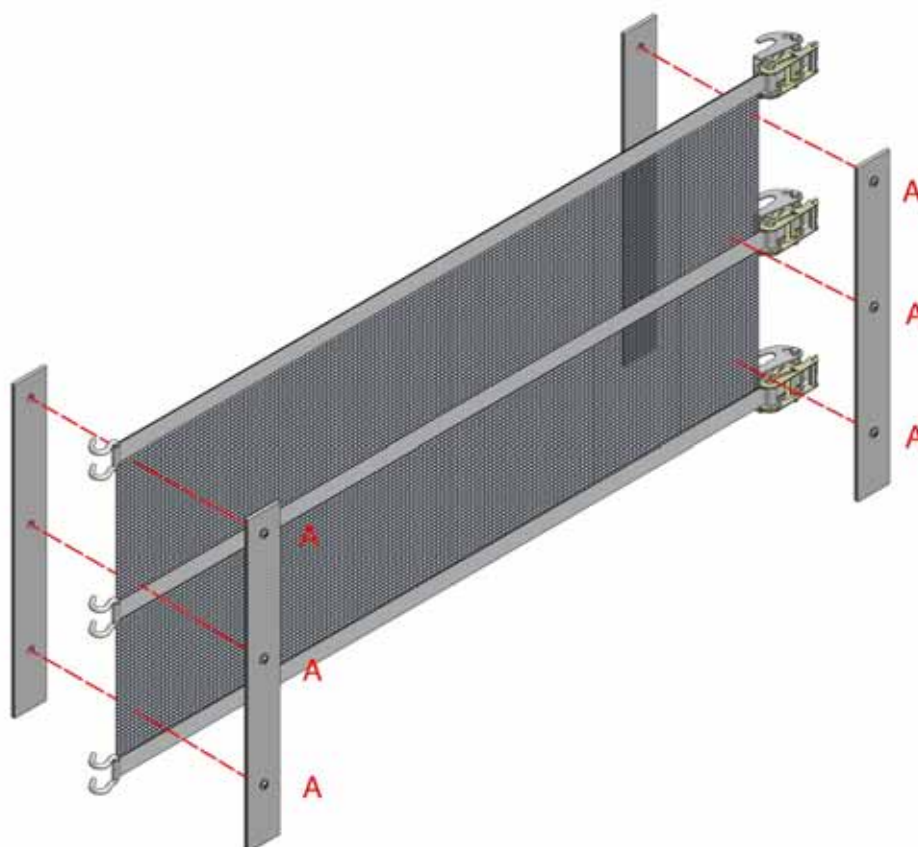

Abbildung 9, Anpassung der Endpuffer
11. Setzen Sie die PVC-Endpuffer an beide Enden des Netzsegments und markieren Sie die Lochpositionen auf dem Material, wobei zu vermeiden ist, dass diese von den Stützbändern verdeckt werden. Durchstechen Sie das Material an den Markierungen mit einem Messer. Positionieren Sie die Endpuffer so, dass mindestens 7,5 cm Material in der Breite überdeckt werden, aber die Lücke zwischen Puffer und Träger auf ein Minimum reduziert wird. Befestigen Sie die Puffer mit den mitgelieferten Schrauben, Muttern und Unterlegscheiben (A) (siehe Abbildung 9).